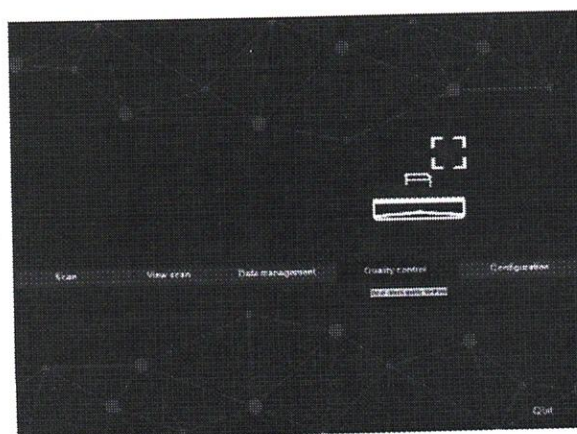

Figura 136: Menú principal, pestaña de control de calidad
1. Haga clic en "Control de calidad" ("Quality control") en la ventana principal (o en la ventana emergente al iniciar el software) (Figura 136). 2. Retire todos los objetos del colchón y haga clic en "Control" (el brazo se mueve hacia la parte delantera del dispositivo, en el centro del colchón). 3. Coloque el phantom a lo largo de la franja blanca delantera; el rayo láser debe apuntar al borde de la flecha sobre el phantom